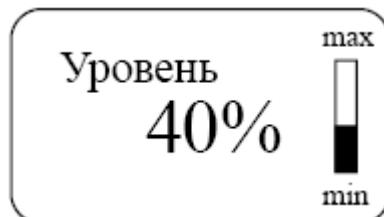

Рис.4 – Основное меню. Отображение информации о уровне заполнения ёмкости
- 2.2.1 Отображение информации. Датчики ДНЕ имеют OLED- индикатор, расположенный под крышкой, который выводит информацию о уровне заполнения ёмкости (рис. 4).